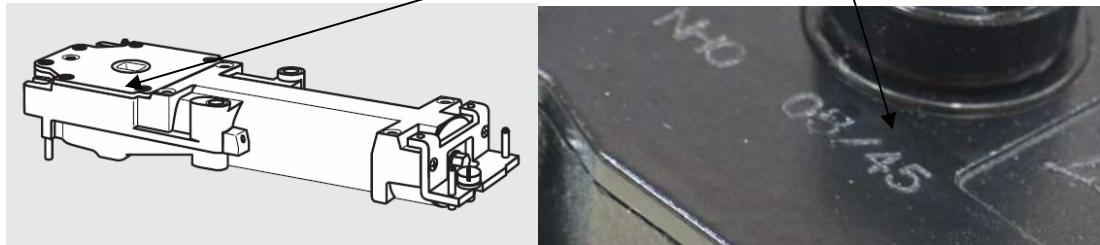

Рис. 10. Маркировка даты изготовления на корпусе доводчика **DORMA BTS 65**.
1. Изготовитель гарантирует исправную работу изделия в течение 24 месяцев с даты изготовления. Дата изготовления указана в обозначенном месте на корпусе доводчика в виде четырехзначного числа. (Рис. 10) Первые две цифры обозначают год выпуска, две последние – через дробь – календарную неделю на которой оно изготовлено.